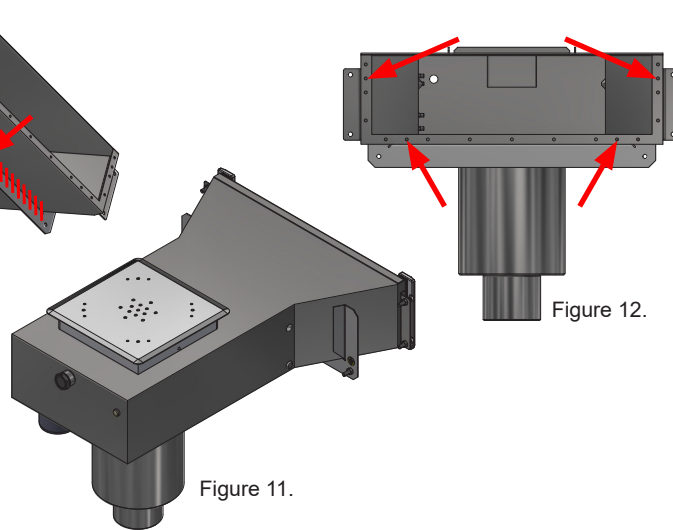

Figure 11.
5. Avant la coulée, masquez la bride et les ouvertures exposées du déversoir pour éviter les tâches de béton. Les ouvertures sur le bord arrière du déversoir pour détecteur de niveau, débordement et remplissage peuvent être obturées avec les bouchons fournis, voir figure 11.